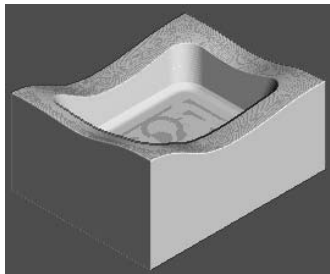

图 3-42 仿真加工结果 4
2) 在“仿真”工具栏的“当前刀具路径”下拉列表中选择要模拟的刀具路径 finish2，然后单击“执行”按钮，系统开始自动仿真加工，仿真加工结果如图 3-42 所示。